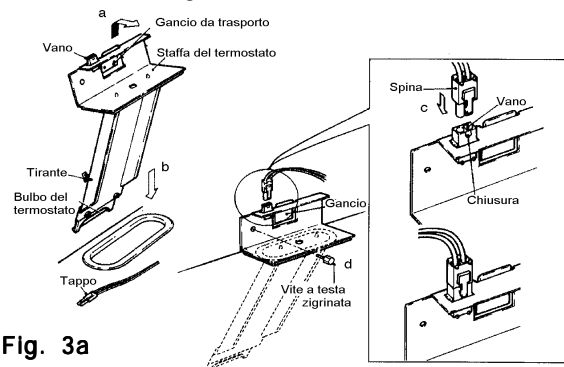

Fig. 3a
- 5) Montare il termostato della vaschetta come segue (v. Fig. 3a e 3b).